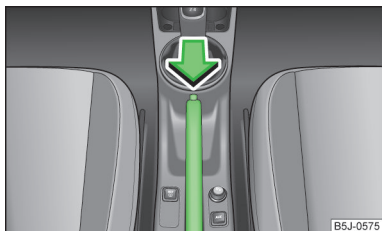

Abb. 103
- Den Handbremshebel etwas hochziehen **und gleichzeitig** den Sperrknopf » Abb. 103 hineindrücken.